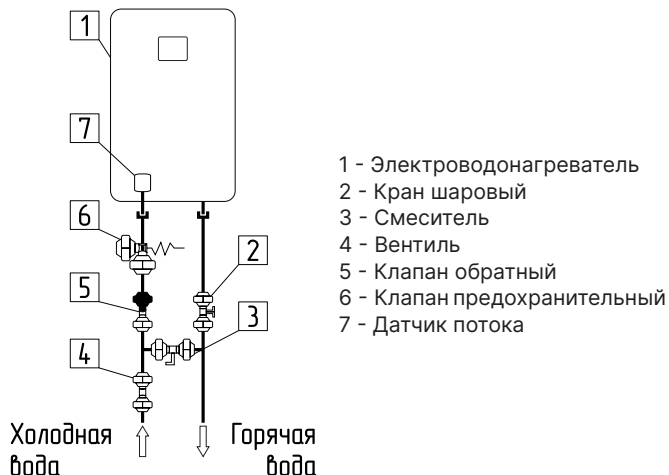

Рис.6 Схема размещения электроводонагревателя в помещении
- подсоедините электроводонагреватель к системе водоснабжения согласно гидравлической схеме (**Рис.6**).